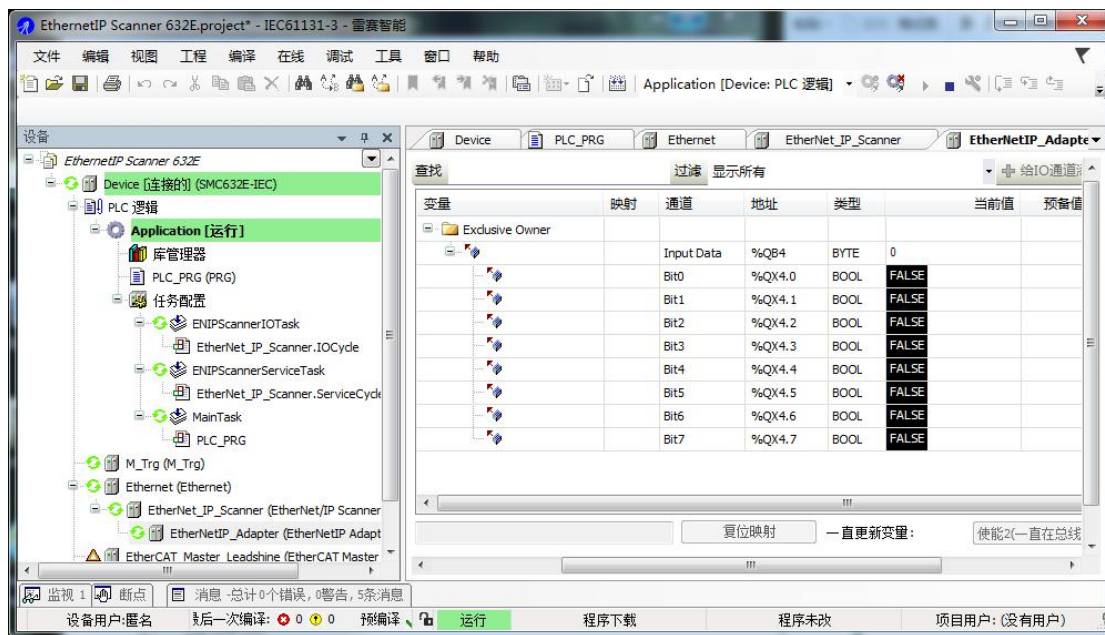

图 13.83 运行程序
6) 点击登录，下载程序，然后运行程序，如图 13.83 所示。